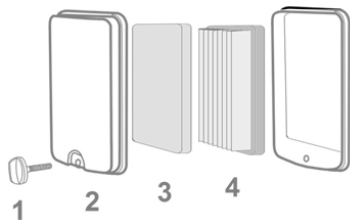

Рис. 16 Обслуживание воздушного фильтра
1. Открутите болт 1 и снимите крышку 2 воздушного фильтра (Рис. 16)
2. Извлеките предварительный поролоновый 3 и основной бумажный 4 фильтрующие элементы (Рис. 16).
4. При незначительном загрязнении промойте предварительный поролоновый фильтрующий элемент 3 (Рис. 16) теплым мыльным раствором и просушите. Поврежденный или сильно загрязненный поролоновый фильтрующий элемент замените.
Бумажный фильтрующий элемент 4 (Рис. 16) не подлежит очистке, необходима его замена. Не продувайте основной бумажный фильтрующий элемент сжатым воздухом, не промывайте его в бензине и других растворителях.